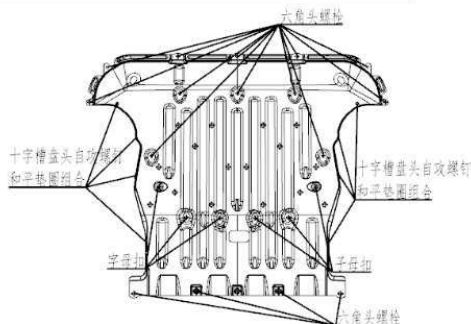
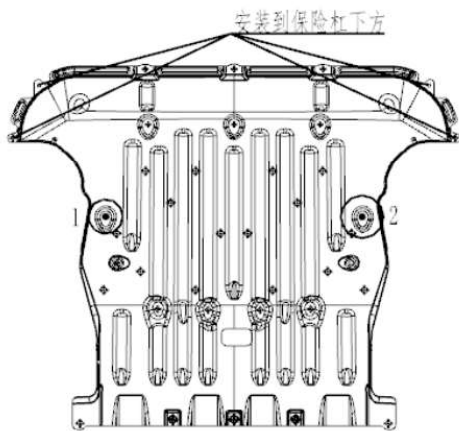

图 4-4-1 前副车架挡泥板的拆卸示意图
图 4-4-2 前副车架挡泥板的安装示意图
- (1) 用一字起将图 4-4-1 所示位置子母扣翘起（共 6 个）；
- (2) 用十字起将十字槽自攻螺钉和平垫圈组合（左右各 4 个）卸下，用 10# 套筒将六角头螺栓（共 16 个）卸下，完成上述操作即可将发动机下前挡泥板拆卸下来。
(1) 发动机下后左、右侧护板先装，后装配发动机下前挡泥板；先用子母扣定位（如上图 4-4-1 所示位置），再用锁紧螺钉固定两侧的点（如上图 4-4-2 所示位置），然后其余孔依次用自攻钉和锁紧螺钉打紧即可；
(2) 需注意：挡泥板需塞到保险杠背面，图示两侧的安装点，安装到保险杠下方，最外侧两个安装点处于中间位置，保险杠在上方，轮罩挡泥板处于整车最下方。